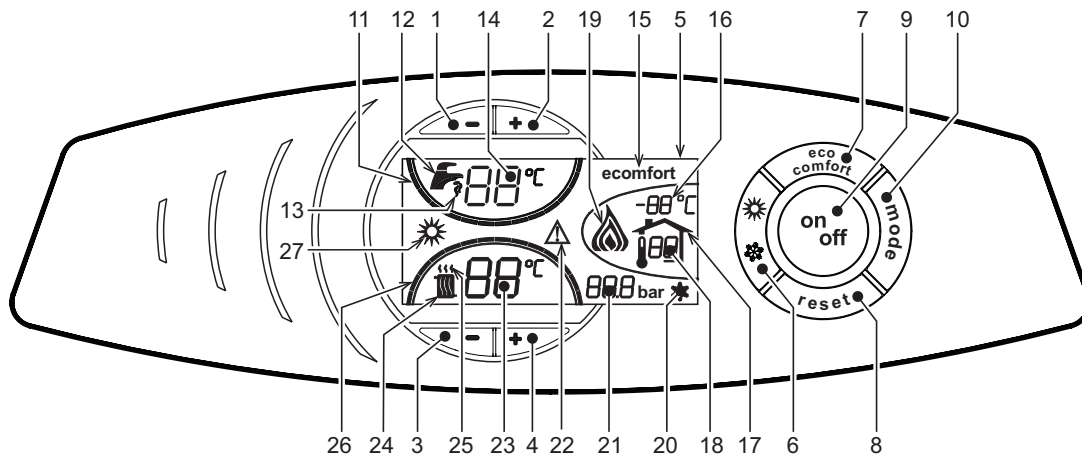
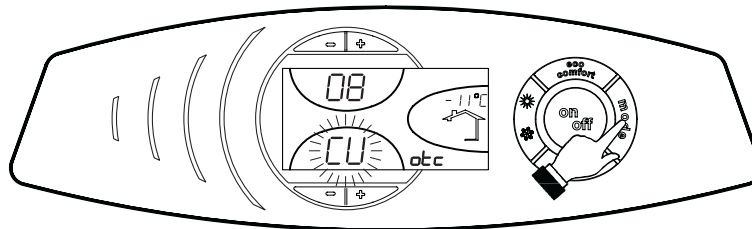
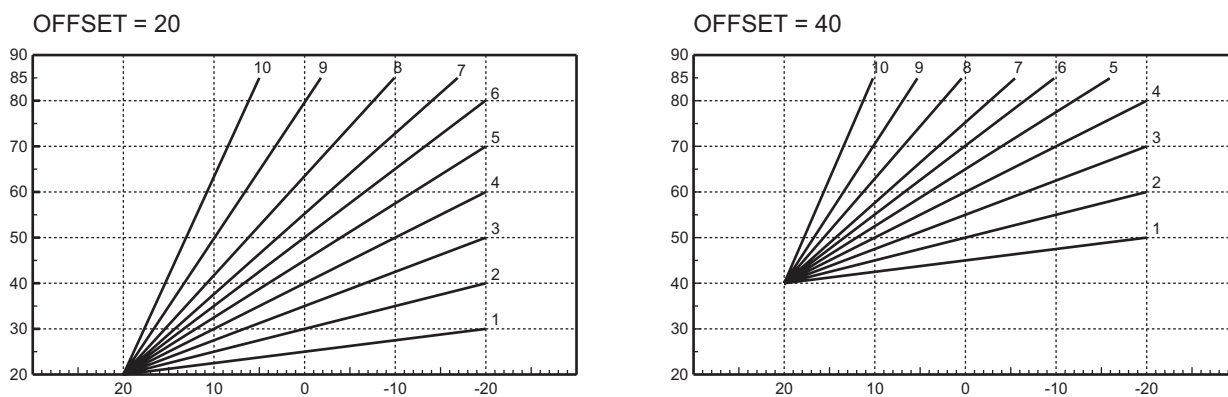

рис. 1 - Панель управления
рис. 11 - Кривая компенсации
рис. 14 - Пример параллельного смещения компенсационных характеристик
О поступлении команды на включение отопления (от комнатного термостата или от пульта ДУ с таймером) предупреждает мигание индикатора теплого воздуха, установленного на радиаторе (дет. 24 и 25 - рис. 1).
Индексные метки с подсветкой системы отопления (дет. 26 - рис. 1) загораются по мере приближения измеряемой датчиком температуры к заданному значению.
О поступлении команды на включение системы ГВС, генерируемой при заборе горячей воды, предупреждает мигание соответствующего индикатора на кране (поз. 12 и 13 - рис. 1). Убедитесь, что функция Comfort (поз. 15 -) находится в активном режиме рис. 1
Индексные метки с подсветкой системы ГВС (поз. 11 - рис. 1) загораются по мере приближения измеряемой датчиком температуры к заданному значению
При включенной системе нагрева воды в бойлере (заводская установка) на дисплее отображается символ режима COMFORT (поз. 15 - рис. 1); наоборот, если система нагрева выключена, на дисплее высвечивается символ режима ECO (поз. 15 - рис. 1)
Бойлер может быть выключен пользователем (режим ECO) путем нажатия кнопки  (поз. 7 - рис. 1). Для включения режима COMFORT снова нажмите клавишу  (поз. 7 - рис. 1).
Нажмите клавишу (дет. 9 - рис. 1) в течение 1 секунды.
Для повторного включения котла вновь нажмите клавишу (дет. 9 рис. 1) в течение 1 секунды.
- Нажмите кнопку ON/OFF (9 - рис. 1).
Нажмите клавишу (роз. 6 - рис. 1) в течение 1 секунды.
На дисплее высвечивается символ "Лето" (поз. 27 - рис. 1). При этом котел будет вырабатывать только воду для ГВС. При этом система защиты от замерзания остается активной.
Для выключения режима "Лето" вновь нажмите клавишу (дет. 6 - рис. 1) в течение 1 секунды.
Температура в системе отопления регулируется в пределах от 30 °С до 90 °С с помощью клавиш (дет. 3 и 4 - рис. 1); однако, не рекомендуется эксплуатировать котел при температуре ниже 45 °С.
Температура в системе ГВС регулируется в пределах от 10°С до 65°С с помощью клавиш (поз. 1 и 2 - рис. 1).
При наличии датчика температуры наружного воздуха (опция) на дисплее панели управления (дет. 5 - рис. 1) отображается измеряемая этим датчиком температура. При этом система управления котлом работает в режиме "Плавающая температура". В этом режиме температура воды, подаваемой в систему отопления, регулируется в зависимости от климатических условий внешней среды с тем, чтобы обеспечить максимальный комфорт и экономию энергетических ресурсов в течение всего года. Так, при повышении внешней температуры понижается температура подачи воды в систему отопления, что производится по определенной "кривой компенсации".
С переключением на режим "Плавающей температуры" показатель температуры, устанавливаемый клавишами  (дет. 3 и 4 - рис. 1) соответствует максимальной температуре подачи воды в систему отопления. Рекомендуется устанавливать максимальное значение заданной температуры с тем, чтобы позволить системе регулировать изменение температуре во всем диапазоне значений.
При однократном нажатии кнопки  (поз. 10 - рис. 1) на дисплее выводится текущая компенсационная характеристика (рис. 11), которую можно изменить с помощью кнопок задания температуры воды ГВС  (поз. 1 и 2 - рис. 1).
При нажатии кнопок регулировки температуры отопления  (поз. 3 и 4 - рис. 1) открывается доступ к параллельному смещению характеристик (рис. 14), с помощью кнопок регулировки температуры в контуре ГВС  (поз. 1 и 2 - рис. 1).
Для выхода из режима параллельного изменения кривых еще раз нажать клавишу  (дет. 10 - рис. 1).